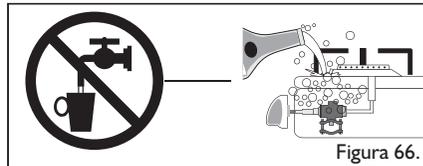

Figura 66.
- Durante las labores de limpieza, debe evitarse la caída de agua y jabón dentro de la válvula (Ver figura 66).